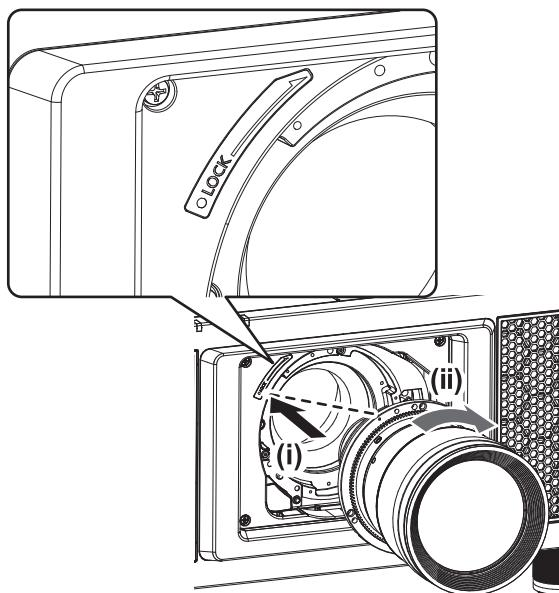

図1
- 1) 投写レンズの目印（オレンジ色）を、本体の目印（LOCKの左側にある○）に合わせて差し込み、「カチッ」と音がするまで時計方向に回す（図1）
2) レンズリリースボタンを押しながら投写レンズを反時計方向に回し、抜き取る（図1）